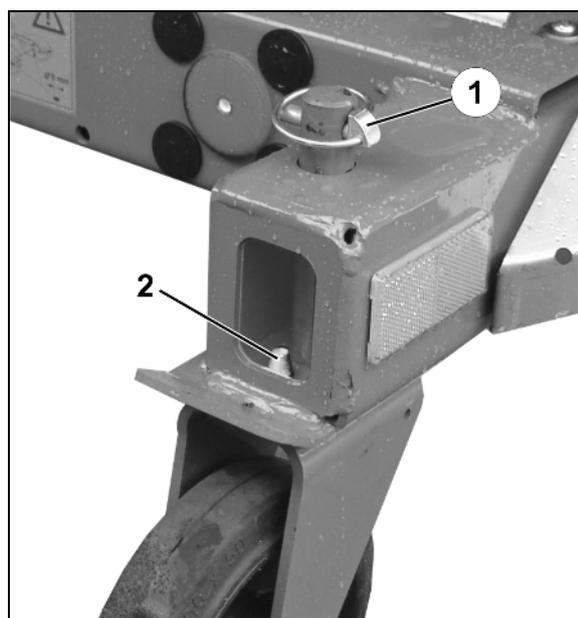

Fig. 29
6. Starre Bremsrollen hinten (Fig. 29)
- o montieren und mit Klappstecker (Fig. 29/1) sichern,
Bei der Montage der starren Rollen darauf achten, dass der Bolzen (Fig. 29/2) durch die Bohrung des Rahmens fasst, und somit die Rollen in Längsrichtung hält.